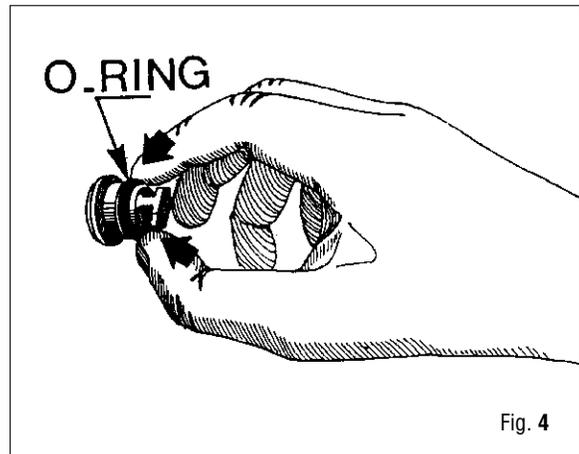

Fig. 4
19. Posicione el OR (66) en el tapón (65). (Fig. 4)
20. Alinear correctamente las inserciones de la tapa (64) con las ranuras de la caja de la segunda etapa (32).
21. Empuje el tapón (64) en la caja de la segunda etapa.
7. Si está desmontado, posicione el OR (66) en el tapón (64). (Fig. 4)
8. Alinear correctamente las inserciones del tapón (64) con las ranuras de la caja de la Segunda etapa (32).
9. Empuje el tapón (64) en la caja de la Segunda etapa.